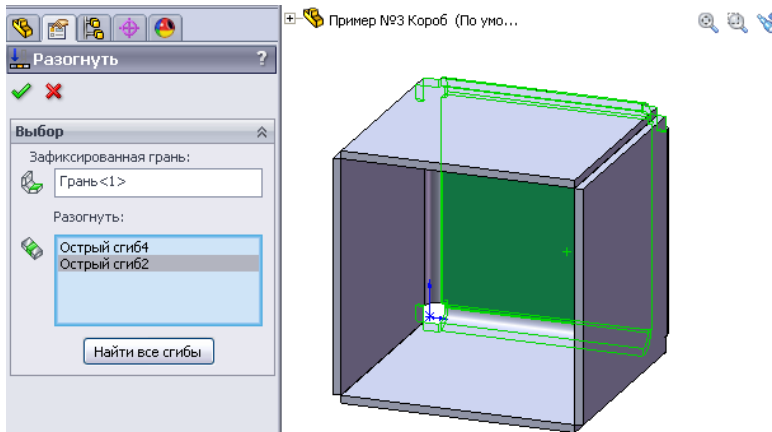

Рисунок 9.53 - Вибір окремих граней для розгорнення
10. Для того щоб розігнути лише деякі грані деталі, слід натиснути кнопку - «Разогнуть» й вказати ту грань, положення якої в просторі повинне залишитися незмінним - **Грань<1>**. У полі «Разогнуть» вкажемо ті згини, які будемо розгинати: «Острый сгиб4» і «Острый сгиб2» (рис. 9.53).